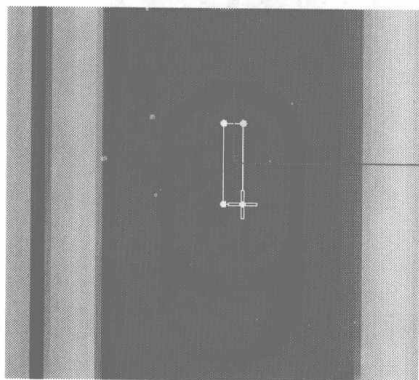
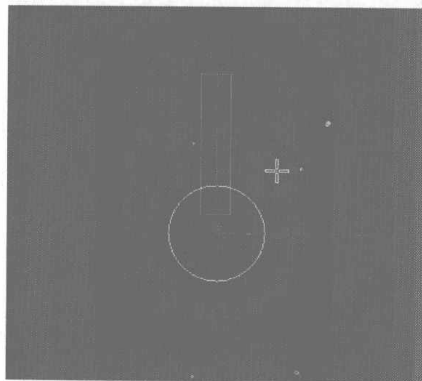

图 4.466
图 4.467
- 01** 在 Create 控制面板中单击 按钮，在打开的 Object Type 卷展栏中单击 **Rectangle** 按钮，在 Right 视图中绘制如图 4.466 所示的二维矩形；单击 **Circle** 按钮，绘制如图 4.467 所示的圆形。